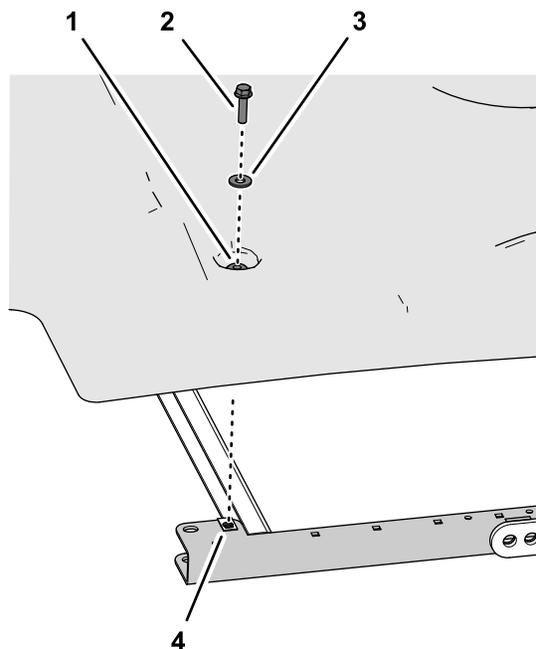
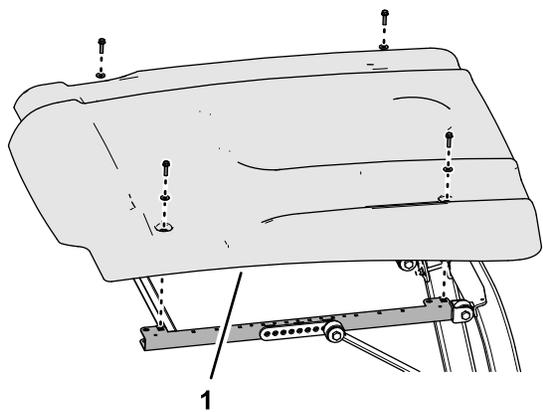

Figura 2
Figura 1
2. Togliete il parasole dalla macchina (Figura 1).
1. Togliete i 4 bulloni a testa flangiata (5/16" x 1¼") e le 4 rondelle (5/16") che fissano il parasole alle canaline del telaio laterale (Figura 1 e Figura 2).